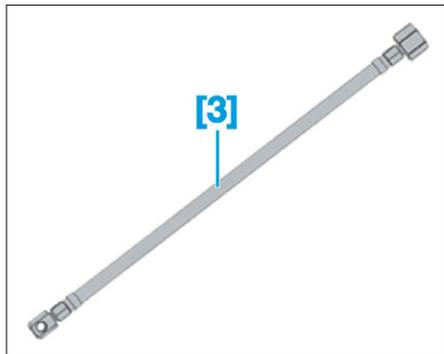

FIG. 17
- [3]. Flexible de raccord (réf : 16503-B) (Fig.17).